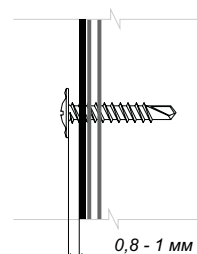

Рис. 18
■ Прижмите панель к обрешетке и закрепите саморезами. Прикручивайте панель от центра к краям. Не крепите сайдинг слишком плотно. Оставьте расстояние примерно 0,8-1 мм между нижним краем шляпки самореза и панелью так, чтобы она имела свободный ход по горизонтали (рис.18).